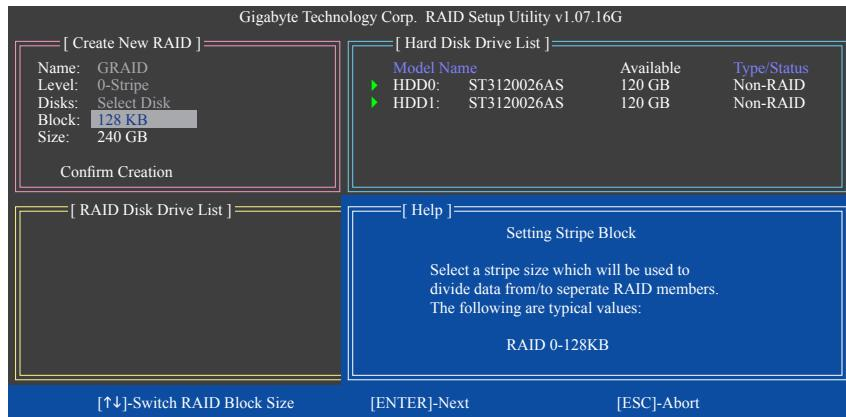

Figure 6
- Régler la taille de bloc (RAID 0 seulement)** : Dans l'élément **Block**, utilisez les touches de flèches vers le haut ou le bas pour sélectionner la taille de bloc de stripe (Figure 6), entre 4 Ko et 128 Ko. Appuyez sur <Enter>.